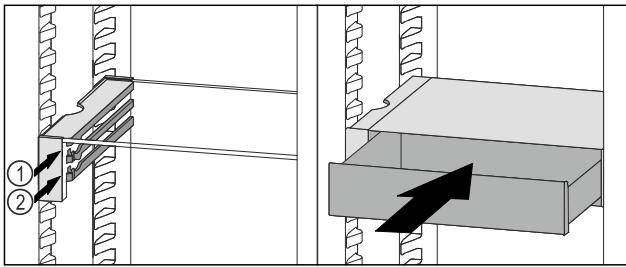

Fig. 150
- ▶ VarioSafe-Schubfach hinter den Stoppere auf gewünschter Rippe Fig. 150 (1) oder Fig. 150 (2) aufsetzen.